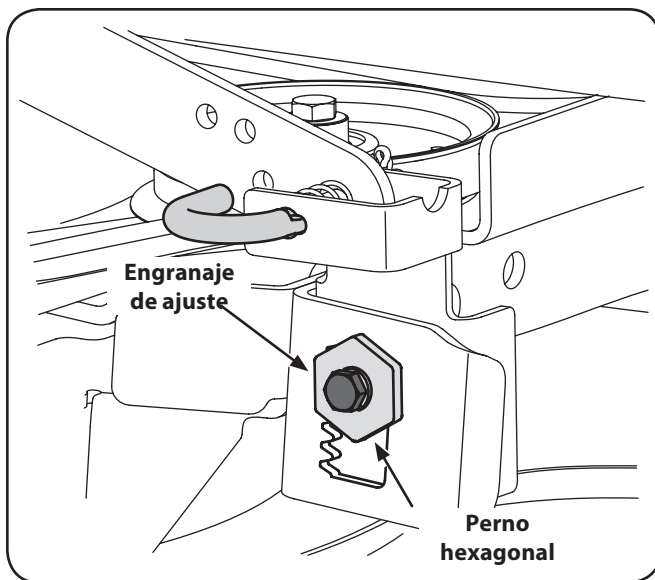

Figura 6-6
3. Afloje, pero NO extraiga, el perno de cabeza hexagonal ubicado en la ménsula de suspensión izquierda de la plataforma. Vea la Figura 6-6.
4. Con una llave, levante o baje el lado izquierdo de la plataforma girando el engranaje de ajuste. Vea la Figura 6-6.